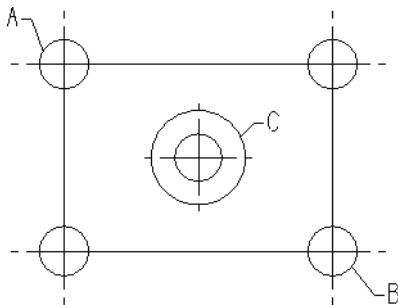

图 3-124 绘制矩形
- 05 在选取矩形两个角点后，按回车键，即可完成矩形的绘制，结果如图 3-124 所示。